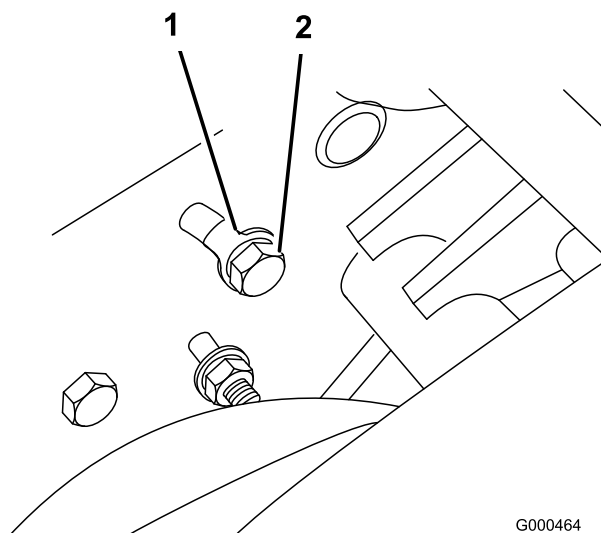

Figura 40
- A. En la parte trasera de la chapa lateral, afloje el perno que fija el soporte de la polea tensora a la chapa lateral (Figura 40).